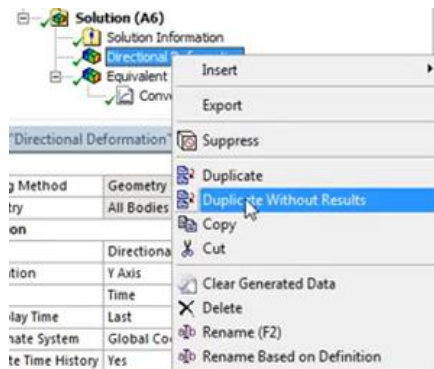

Рис. 16
*Path* → *Solution (A6)* → *Directional Deformation* → *Duplicate Without Results* (рис. 16)